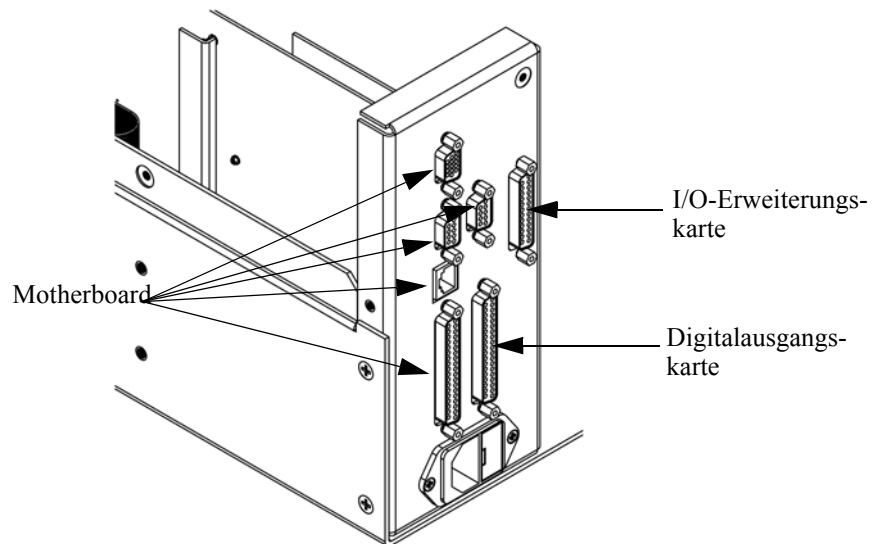

Abb. 7-21. Anschlüsse auf der Geräte rückseite
3. Anschließend die beiden Halterungen, mit denen der Stecker der I/O-Erweiterungskarte auf der Geräterückseite befestigt ist, entfernen (Abb. 7-21).
4. Mit Hilfe des Steckschlüssels die beiden Halterungen, mit denen die Karte auf der Rückseite befestigt ist, entfernen (Abb. 7-21).